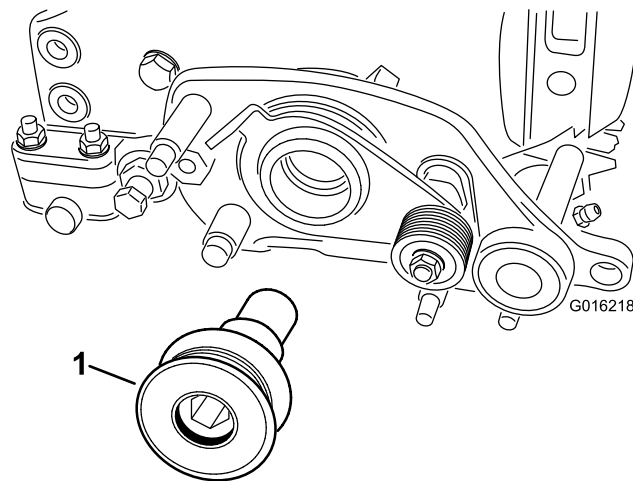

Figura 8
19. Sujete la polea motriz del acondicionador al eje del molinete (Figura 8), y apriétela a 170 N m.